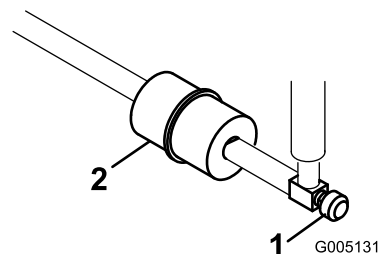

Bild 45
Der Kraftstofffilter befindet sich in der Kraftstoffleitung zwischen dem Tank und dem Vergaser (Bild 45).
1. Schließen Sie den Kraftstoffhahn (Bild 45).
2. Legen Sie eine Ablaufwanne unter den Filter, lockern die Schlauchklemme an der Vergaserseite des Filters und ziehen die Kraftstoffleitung vom Filter ab (Bild 45).
3. Lösen Sie die andere Schlauchklemme und entfernen den Filter (Bild 45).